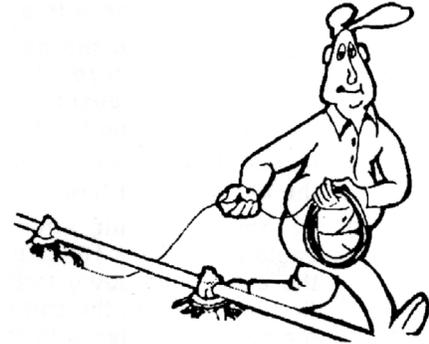

Figura 45. Desenrollado del cable
6. Desenrollar el cable antiperchero. Nota: Si el cable se desenrolla como se muestra en la **Figura 45.**, tome 5 vueltas del rollo con una mano y luego cambie de mano para sacar 5 vueltas a medida que se desenrolla; permanecerá plano en el suelo durante la instalación.